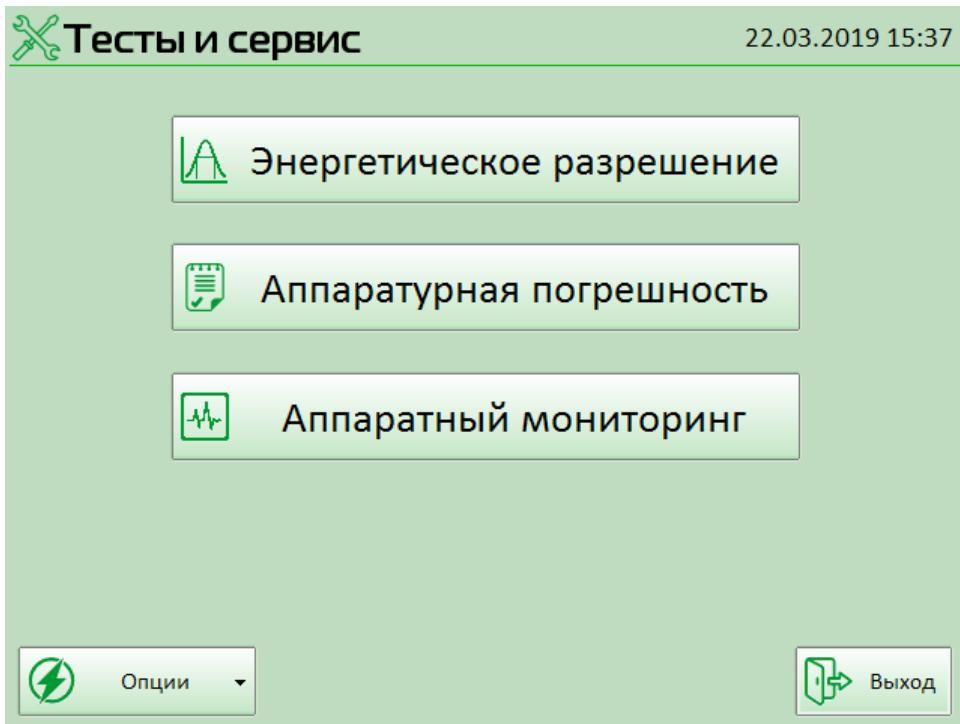

Рисунок 45
- 13.10.1 В главном меню нажмите кнопку **Тесты и сервис**, появится окно проверочных режимов (Рисунок 45).